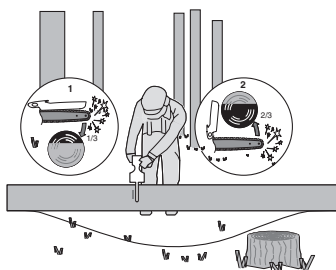

Figura 4
Dacă bușteanul se sprijină pe ambele capete, vezi figura 4, tăiați de sus $1/3$ din diametru (1). Finalizați debitarea printr-o tăiere de jos în sus a diametrului rămas (cele $2/3$ rămase) (1), având grijă să întălniți tăietura de sus.